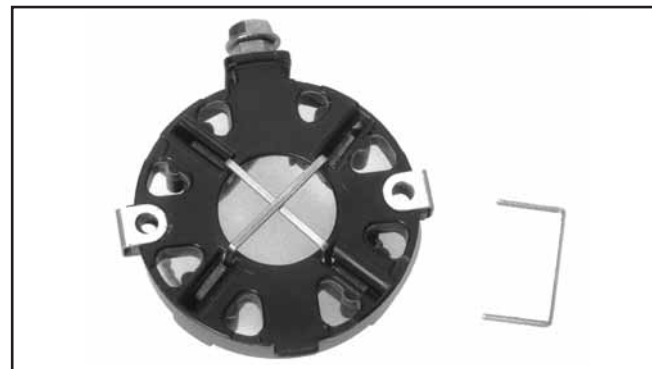

Figura 8-18. Tampa Terminal do Comutador Estilo "B" com Escovas.
4. Se não substituir o conjunto da escova, posicione as escovas nas bolsas no transportador, desloque-as para a posição de recolhidas e instale agramos para fixá-las. Consulte a Figura 8-18.